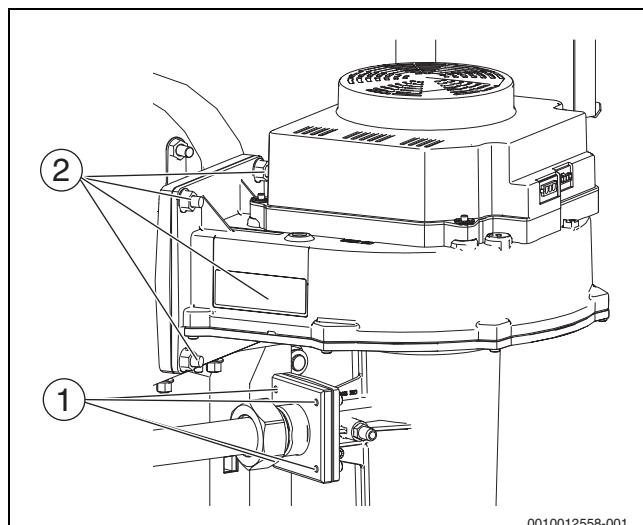

Рис. 62 Демонтаж вентилятора (котлы 150-300 кВт)
- ▶ Отсоедините фланец, для чего отверните 4 гайки на трубе Вентури (→ рис. 62, [1]).
- ▶ Отсоедините вентилятор, для чего отверните 4 гайки на смесительном колене (→ рис. 62, [2]).